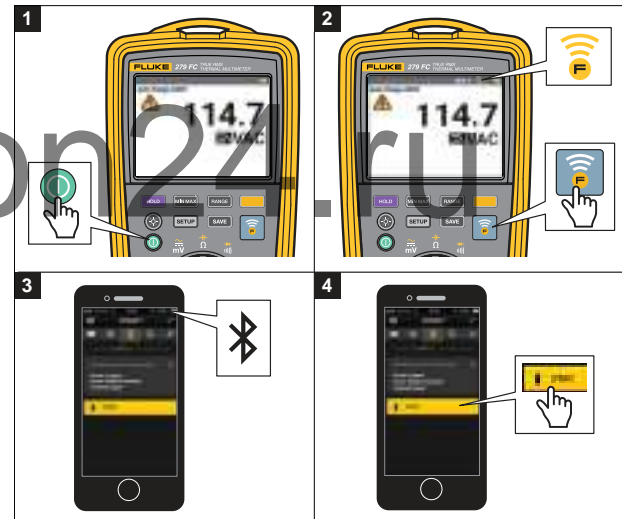

Рисунок 1. Fluke Connect™
1. Включите Мультиметр. См. Рисунок 1.